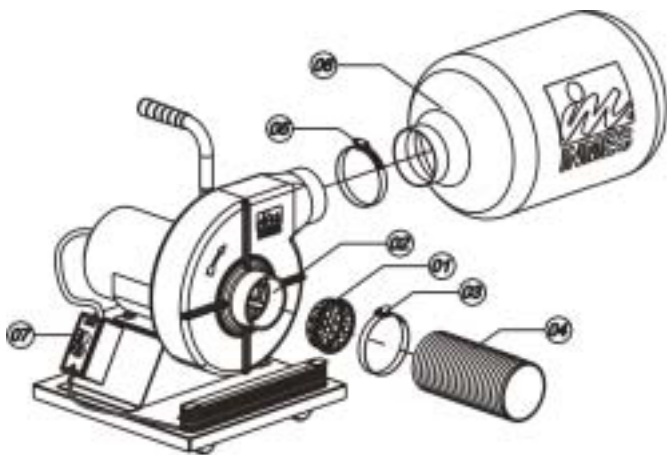
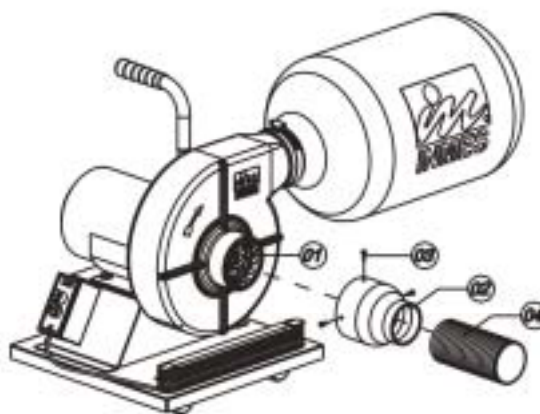

Fig. 02
Fig. 03
2 – Fixação do Filtro do Exaustor (06) Fig. 02.
3 – Instalação da Mangueira de Captação de Pó (04) Fig. 02 e 03
Primeiramente deve-se instalar a tela de proteção (01) na entrada da carcaça do exaustor (02) fig. 02, após conectar a mangueira do exaustor até as fontes geradoras de pó. Podendo-se trabalhar com um mangueira de 4" (polegadas) (04) fig. 02, conectando diretamente na entrada da carcaça do exaustor ou uma mangueira de 3" (polegadas), sendo para isto necessário a instalação de uma redução (02) fig. 03 na entrada da carcaça do exaustor (02), apertando-a com parafusos (03) fig.03.
Obs.: Os itens (03) e (04) da Fig. 02 e (04) fig. 03 não acompanham o equipamento.
Para ligar ou desligar deve-se utilizar a chave elétrica (07) Fig. 02.
- **A tela de proteção (01) Fig. 02 tem como finalidade evitar a exaustão de pedaços de madeira ou outros objetos de tamanho superior ao diâmetro dos orifícios, que podem causar a quebra do rotor do exaustor, ou a queima do motor. Recomenda-se não retirar esta tela. A fim de não comprometer a eficiência do sistema recomenda-se efetuar frequentemente a limpeza da tela.**